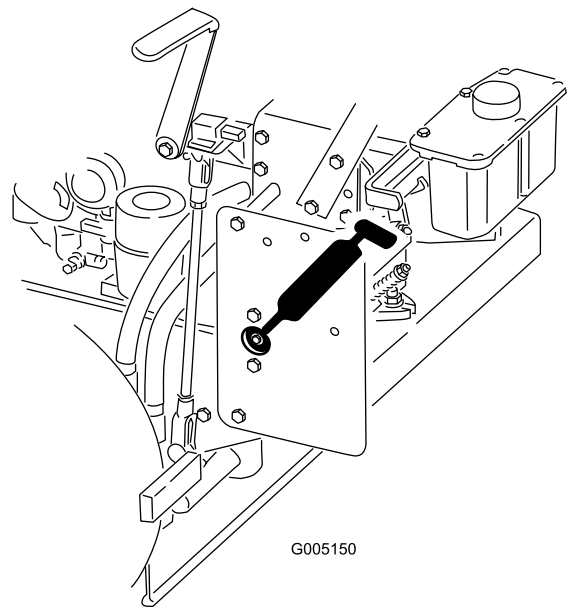

Figure 27
2. Graissez les roulements des deux côtés de la machine (Figure 27).